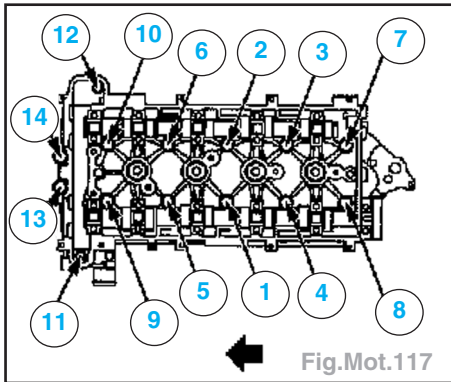

Fig.Mot.117
- vis M8 à **3,5 daN.m** (Fig.Mot.117).